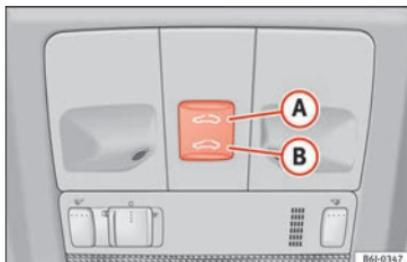

Fig. 9 Nel rivestimento interno del tetto: comandi del tettuccio panoramico.
- Apertura: premere solo una volta il tasto » » fig. 9 A. Mantenendolo premuto, si apre fino alla posizione desiderata.
- Chiusura: premere solo una volta il tasto » » fig. 9 B. Mantenendolo premuto, si chiude fino alla posizione desiderata.